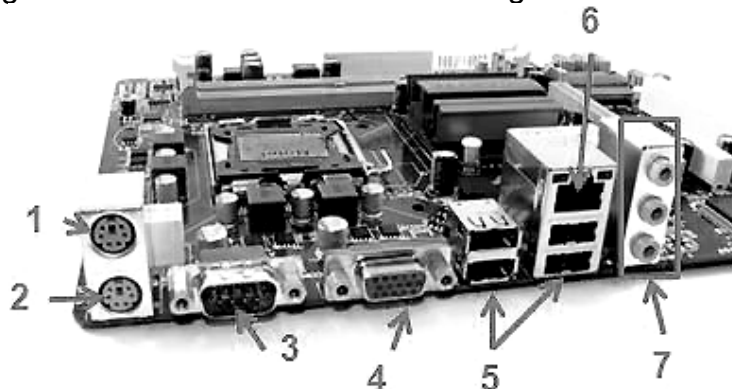

Figura 14: Conectores da parte traseira da Placa-Mãe
13. Conectores da parte traseira da placa-mãe para dispositivos de entrada e saída (ver figura 14).
A parte traseira da placa-mãe é composta por diversos conectores para dispositivos de entrada e saída. A quantidade e tipos de conectores podem variar conforme o modelo da placa. A figura 14 mostra alguns desses conectores e abaixo segue o detalhamento dos mesmos: